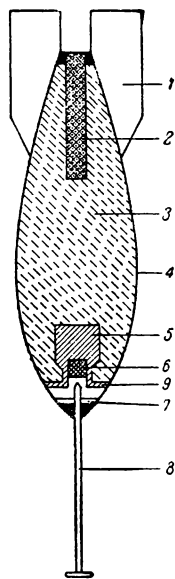

Рис. 43. Фосфорная бомба рассеивающего действия:
**Фосфорная бомба (рис. 43).** Фосфорные бомбы применяются для зажигания легковоспламеняющихся предметов. В качестве зажигательного вещества служит фосфор в плавленном или в растворенном состоянии (в сероуглероде). Бомба действует следующим образом: при ударе бомбы воспламеняется зажигающий состав, одновременно при взрыве взрывателя выпадает жестяная коробка, находящаяся в головке бомбы. Вследствие этого фосфорная масса горит и вытекает. После этого взрывается донный взрыватель из черного пороха и разбрасывает оставшийся фосфор, поражая им окружающие предметы. Силой взрыва (при проникании бомбы внутрь помещения) разбиваются стекла, чем достигается приток воздуха, а следовательно усиление пожара. Радиус действия, в зависимости от силы рассеивающего заряда, примерно, до 20 м и более.